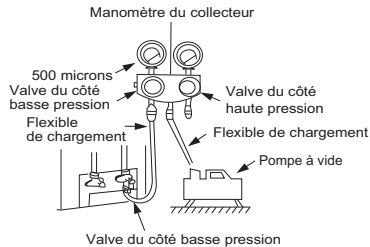

Figure 17 – Collecteur
3. Ouvrez complètement le côté basse pression du manomètre du collecteur (voir fig.17).